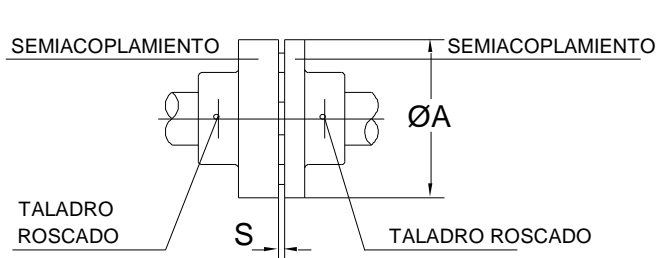

Fig. 20
- 5 - Con una galga comprobar la separación entre los dos semiacoplamientos, que debe coincidir con el valor "S" de la tabla 2 o con el del fabricante del acoplamiento. Cuando sea necesario corregir esta medida, aflojar ligeramente el tornillo de apriete del acoplamiento y desplazar el acoplamiento con el fin de obtener la distancia deseada (ver la fig. 20). Apretar el tornillo de bloqueo a través de la abertura de la linterna, hacer girar manualmente el acoplamiento para comprobar que gira libremente.
Antes de la primera puesta en marcha es necesario verificar que todos los servicios auxiliares estén disponibles inmediatamente con el arranque y que funcionan correctamente ejemplo: líquido de lavado a la empaquetadura, presurización del cierre mecánico doble, etc.), que los cojinetes de la bomba y el motor están correctamente lubricados y el nivel sea el indicado. Los posibles engrases deben realizarse a través de las conexiones previstas para ello (ver las fig. 20–21-22-23) utilizando los lubricantes idóneos (ver el capítulo 13).